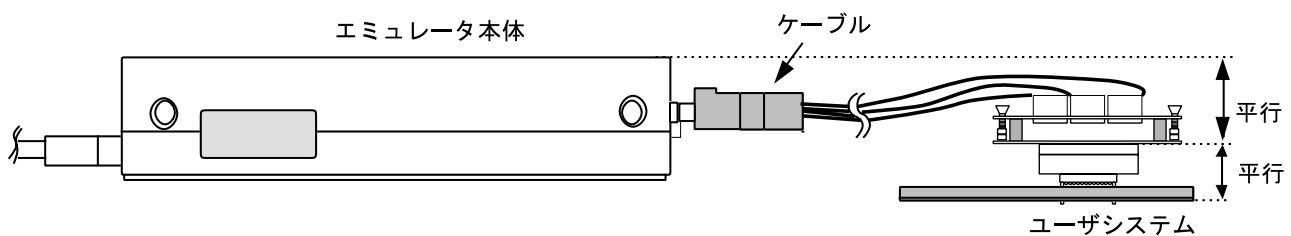

図 12 設置例
- (1) ユーザシステムへの接続時には 1 ピン位置に十分注意して、誤接続は絶対にしないでください。
- (2) 本ユーザシステムインターフェースケーブルを使用する場合の推奨マウントパッド寸法は、MCU 実装用マウントパッド寸法とは異なりますので注意してください。
- (3) 本ユーザシステムインターフェースケーブルは、HS2633REPI61H、HS2633EPI61H エミュレータ専用ですので、他のエミュレータ本体には使用しないでください。
- (4) ケーブル本体部が断線する可能性がありますので、本ユーザシステムインターフェースケーブルの上に重いものや金属等の角の尖ったものを置かないでください。
- (5) ユーザシステムに接続した状態では、ユーザシステムインターフェースケーブル、特にケーブル先端部に無理な力が加わらないように注意する必要があります。図 12 の設置例を参照してご使用ください。